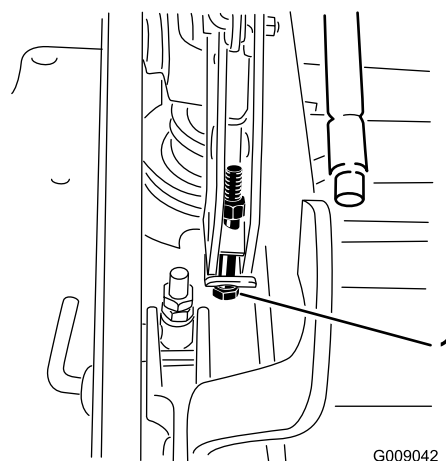

**Figura 85**
11. Para ajustar el sistema de ajuste de un solo punto, afloje los dos pernos situados cerca del borde inferior de la pletina de altura de corte. Consulte Figura 85.
13. Apriete los dos pernos situados cerca del borde inferior de la pletina de altura de corte (Figura 85). Apriete a 37-45 N-m.